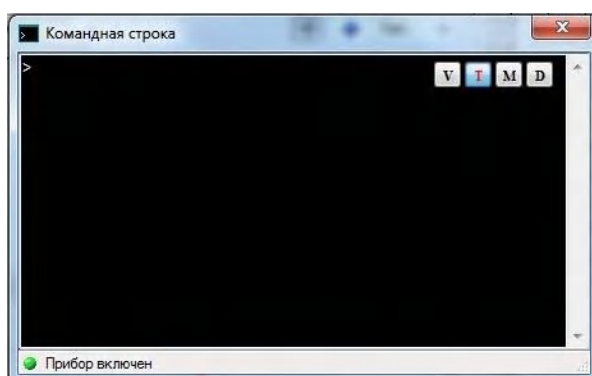

Рис.94 Командная строка
1. Для ввода команд диагностики прибора следует выбрать пункт **Командная строка**. Откроется окно **Командная строка** (Рис.94). Кнопки **V T M D** предназначены для выбора контроллера, диагностику работы которого необходимо выполнить.